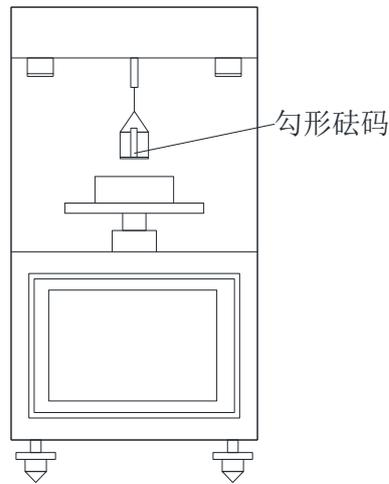

图 4
1.2 点击“清零”按钮,按照图4,将配套的1.0g 钩形砝码挂到铂环上。砝码重量应显示 $1.000\text{g}\pm 0.010\text{g}$,如果砝码重量不对,请按“砝码标定”按钮进行重新标定。